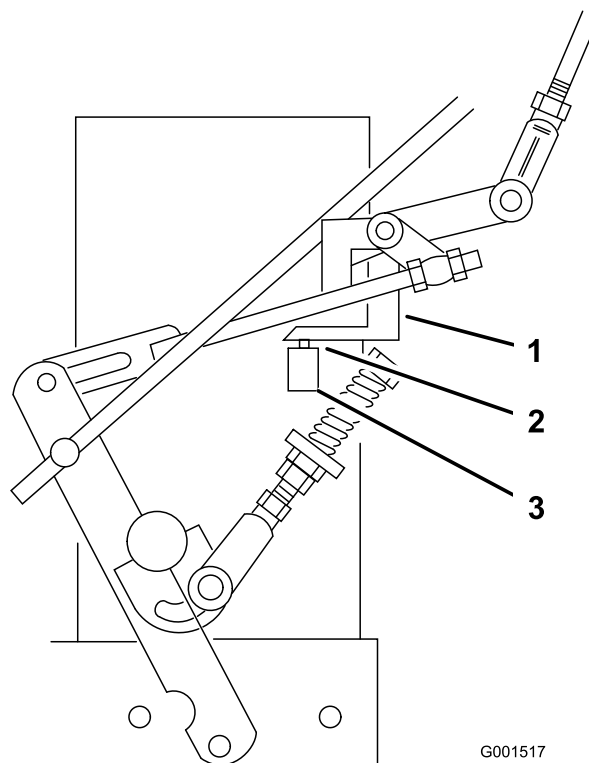

Figura 34
7. Compruebe que el interruptor de seguridad está oprimido y que queda un espacio de 8 mm (5/16 pulg.) entre la barra accionadora y el interruptor. (Figura 34).
8. Si es necesario, ajuste la posición del interruptor para crear el espacio de 8 mm (5/16 pulg.) (Figura 34).